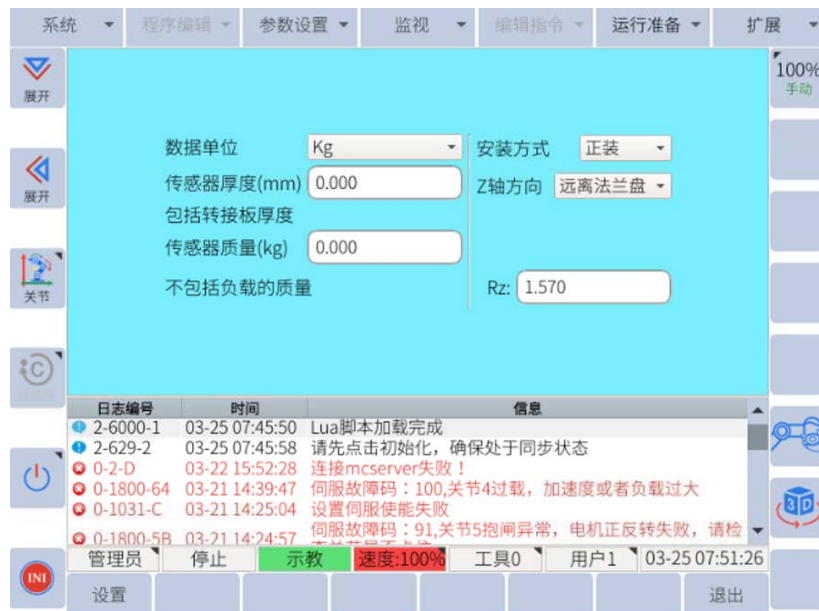

图 6-28: 传感器参数设置界面
1. 点击数据单位右侧的下拉框，可选择“Kg”或“N”，如图 6-28 所示。需要注意的是所选单位必须与传感器的单位保持一致，例如坤为传感器的原始数据单位为Kg，则必须选择“Kg”；